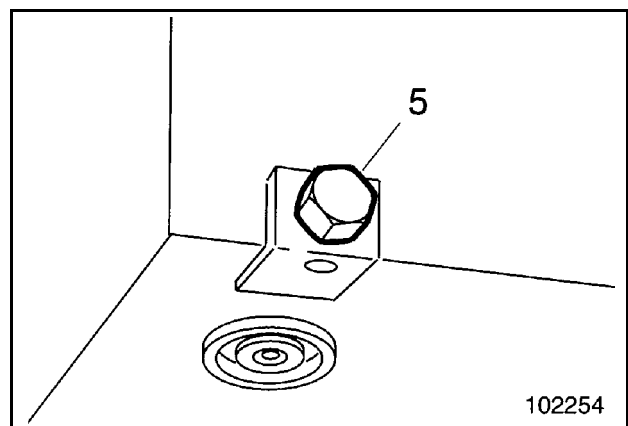

Fig. 3-36:
- Desenroscar los tornillos de purga (5, Fig. 3-36:) del depósito de combustible y purgar el combustible.
- Lavar el depósito con gasoil. Enroscar de nuevo los tornillos de purga (5).